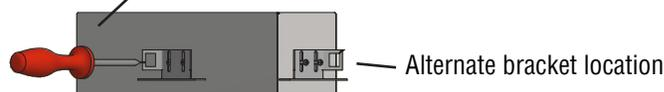

Figure 7
- b) Plafonds et murs en plâtre ou placoplâtre : Enlever toutes les ferrures de montage pour profilé en T (Figure 6). Tourner le boîtier arrière à 90° et le placer dans le plafond ou le mur (Figure 7). Ramener le boîtier arrière à l'angle initial et ajuster les bordures pour plâtre contre le plafond ou le mur.